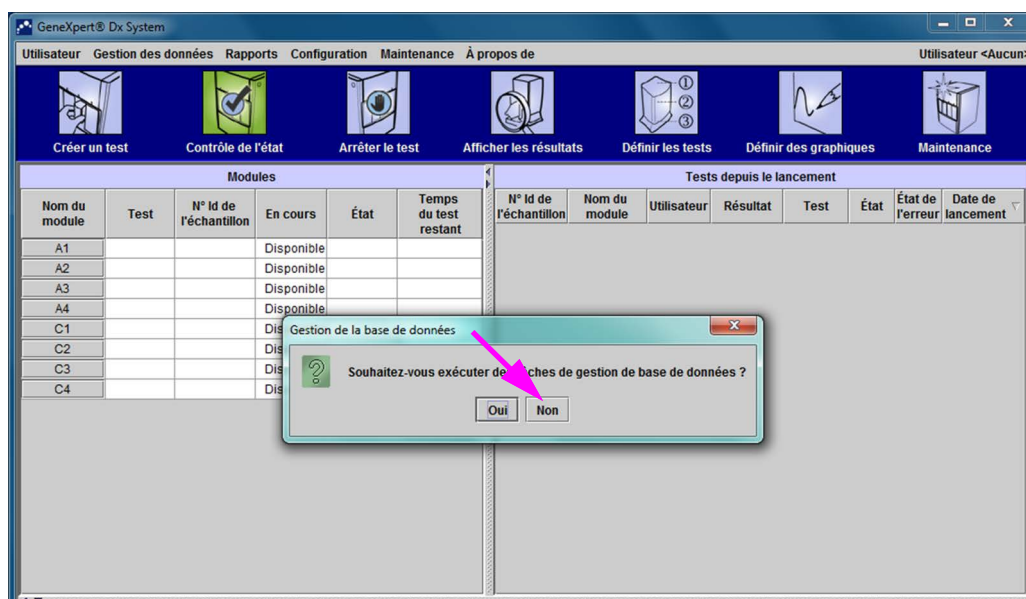

Figure 2-64. Fenêtre GeneXpert Dx System avec superposition de boîte de dialogue Gestion de la base de données
1. Cliquez sur **OK** dans la boîte de dialogue Attribuer une lettre à l'instrument pour confirmer l'attribution de lettres à l'instrument. Lorsque la boîte de dialogue Attribuer une lettre à l'instrument se ferme, la boîte de dialogue Gestion de la base de données s'affiche (cf. Figure 2-64).